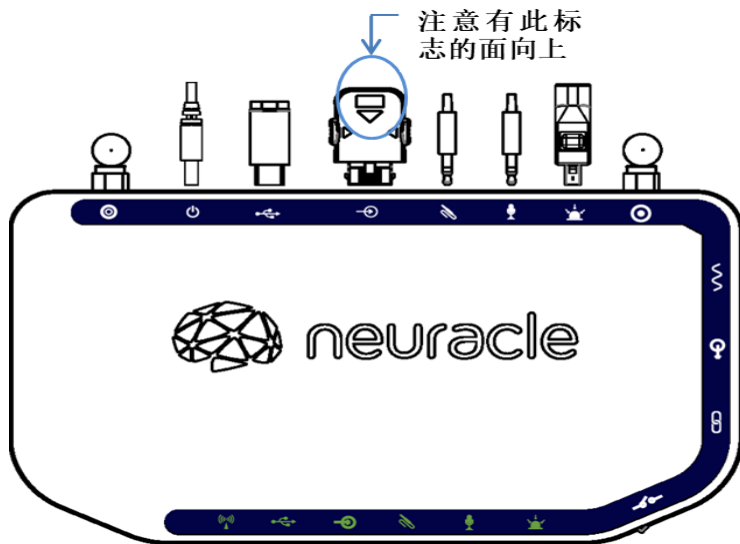

图 4 多参数同步器接口连接示意图
- 5) 将选用的传感器接入主机的对应接口，如图 4；其效应端与目标连通（如将光电电池吸附在屏幕的某特定区域，或 LinIN 接通输入设备等）。